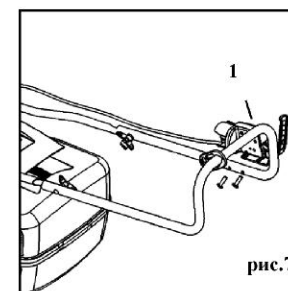

рис.7
5.5.2 Для фиксации шнура питания от розетки установите держатель **1** (рис.7) на верхнюю часть ручки.